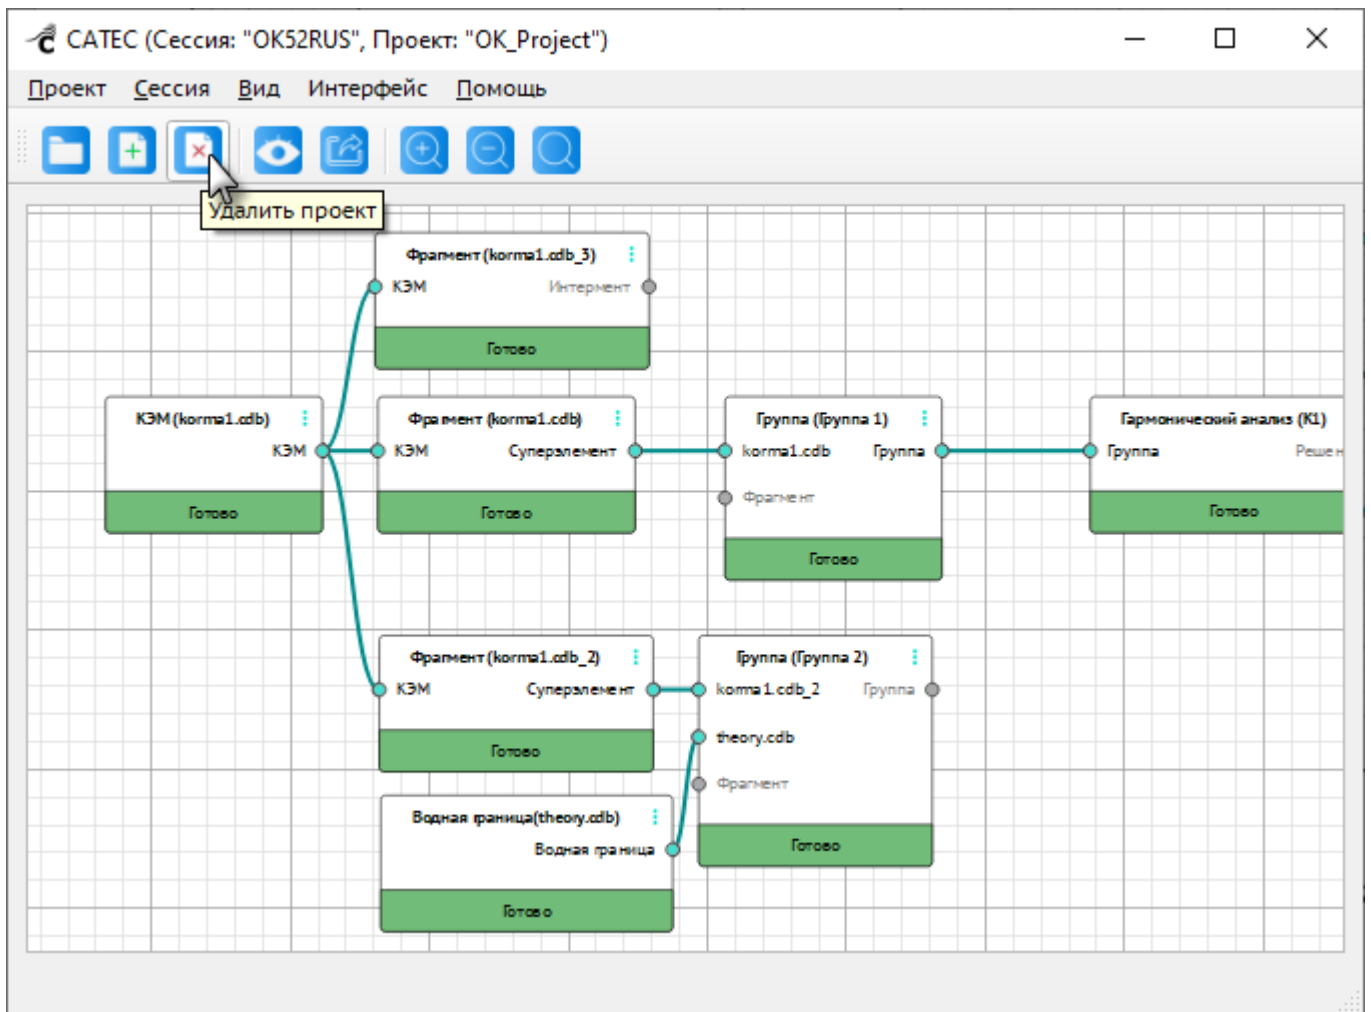

Рисунок 486 – Команда «Удалить проект» на панели команд
1. Нажать на кнопку  «Удалить проект» на панели команд главного окна программы (Рисунок 486).